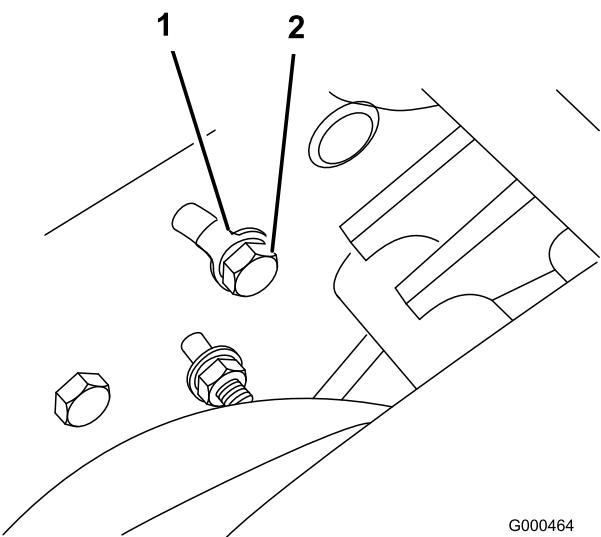

Figura 40
A. Allentate la vite a testa cilindrica che sul retro della piastra laterale fissa la staffa di rinvio alla piastra stessa (Figura 40).